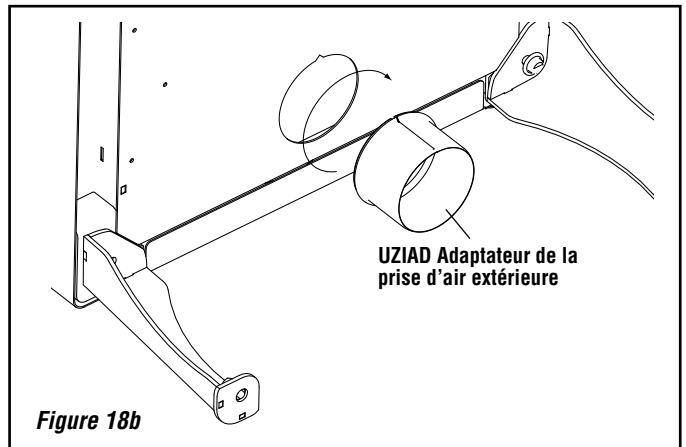

Figure 18b
**Collier monobloc :** Pour installer la prise d'air extérieur sur le poêle, aligner la rainure en «V» de la prise sur la rainure en «V» de l'ouverture au fond du poêle. Enfoncer et tourner pour que le bord roulé s'engage dans le fond du poêle et continuer à tourner d'un tour entier (360°) pour verrouiller la prise en position (*figure 18b*).